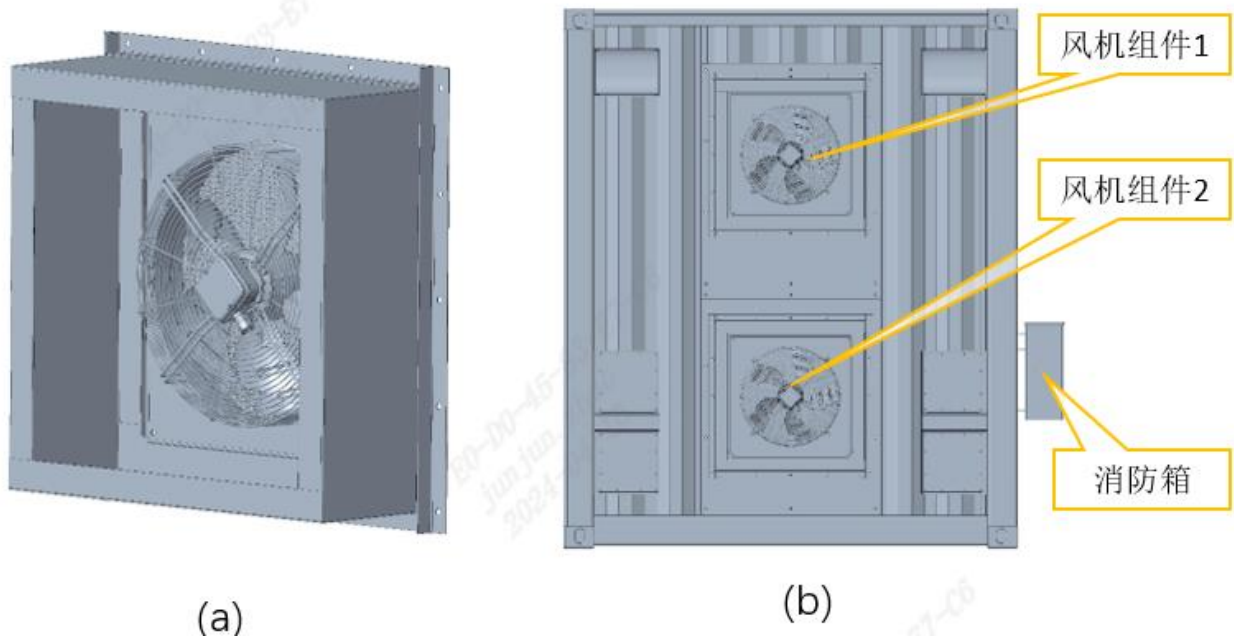

图 6-3 (a) 风机组件示意图
集装箱和冷却塔相对位置确定后，需要从集装箱配件木箱内找到集装箱排风机组件（排风机 G04&G05、百叶窗及防虫网为一体式安装，如图 6-3(a) 所示，拆开包装后进行安装：
- 安装位置位于集装箱后端门，示意见图 6-3(b) 所示；